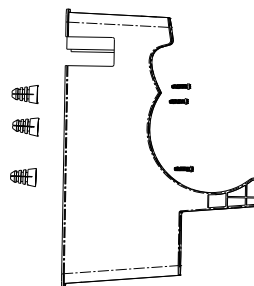

Abbildung 2 | Illustration 2 | Figure 2 | Figura 2 | Afbeelding 2 | 2.
ábra | Obrázek 2 | Obrázok 2 | Figura 2 | Rys. 2 | Resim 2 |
2. Die für Ihre Wand passenden Dübeln (nicht im Lieferumfang enthalten) in die Montagelöcher einschlagen und die Ladestation mit Schrauben an der Wand befestigen (Abb. 2).